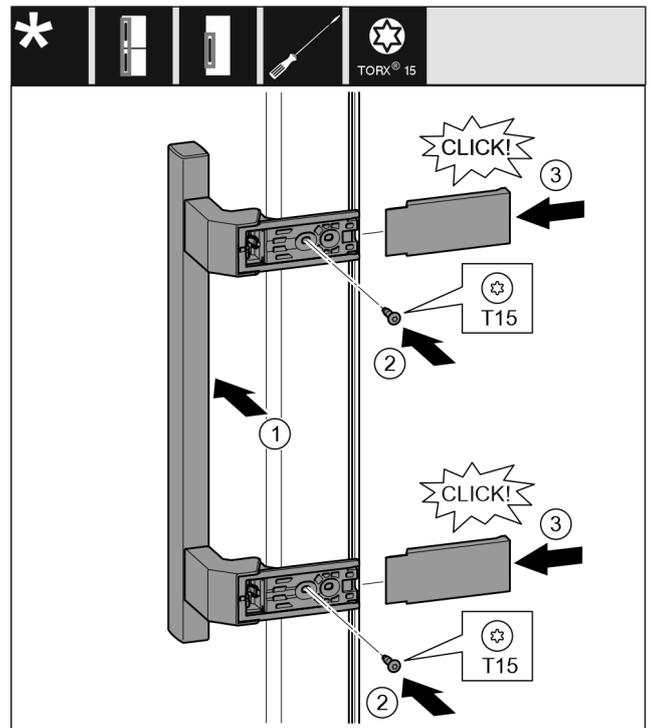

Fig. 30
- ▶ Griff auf der Gegenseite ansetzen. Fig. 30 (1)
- ▶ Die Schraublöcher müssen genau übereinander liegen. Fig. 30 (2)
- ▶ Schrauben mit Schraubendreher T15 festschrauben. Fig. 30 (2)
- ▶ Abdeckungen seitlich ansetzen und aufschieben. Fig. 30 (3)